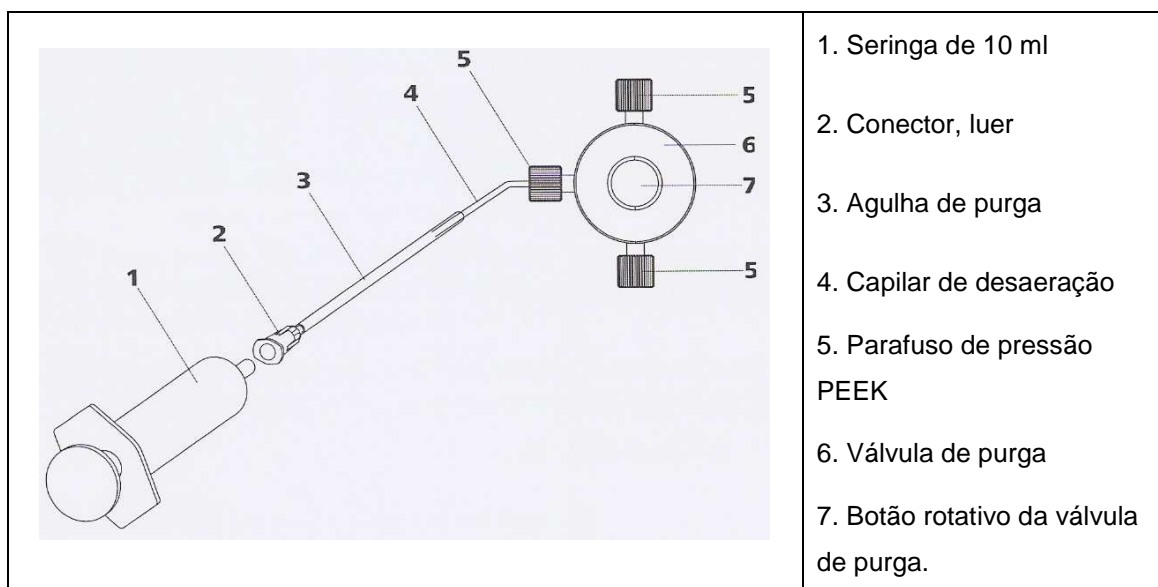

Figura 7.2 – Sistema de purga.
- Colocar a seringa de purga, Figura 7.2, no capilar localizado ao lado da válvula de purga.